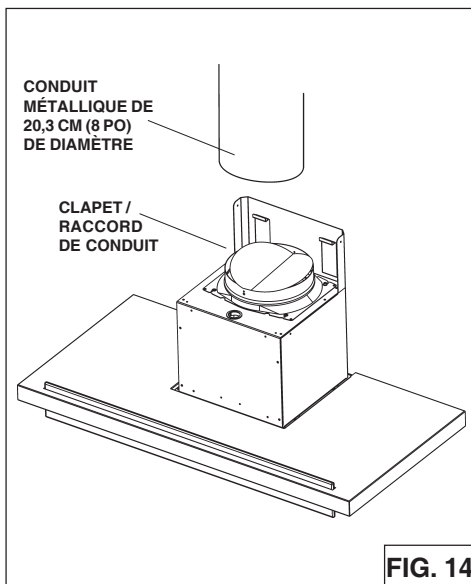

FIG. 14
1. Enlevez la pellicule protectrice de la sortie du ventilateur avant d'installer le clapet sur la hotte avec les (4) vis fournies et scellez les joints avec du ruban en aluminium pour conduits. (Fig.14).